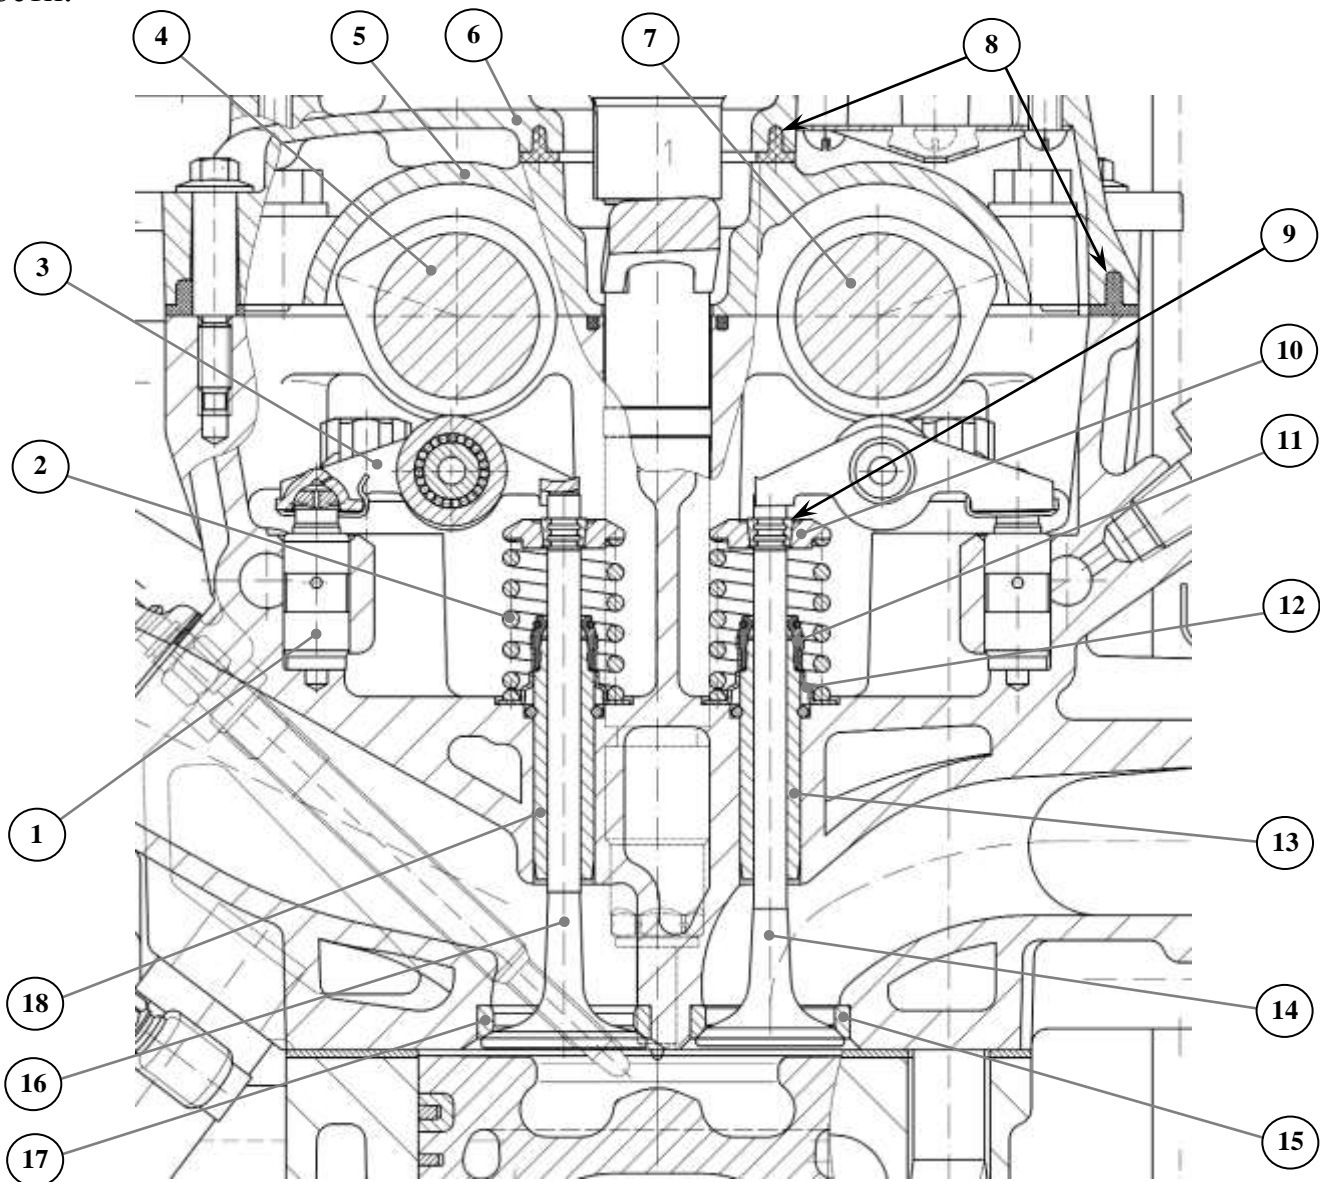

Рис. 25. Привод клапанов:
**Привод клапанов** (рис. 25). Клапаны приводятся от распределительных валов через рычаги 3 с роликами. Рычаги одним концом, имеющим внутреннюю сферическую поверхность, опираются на сферический торец плунжера гидропоры 1. Другим концом, имеющим криволинейную поверхность, рычаги опираются на торец стержня клапана.
Впускной 16 (рис. 25) и выпускной 14 клапаны изготовлены из жаропрочной стали. Выпускной клапан имеет жароупорную износостойкую наплавку рабочей поверхности тарелки и наплавку из углеродистой стали на торце стержня, закаленную для повышения износостойкости.